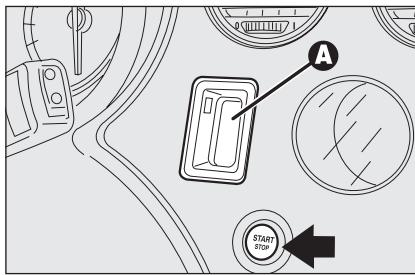

fig. 14
- lector **A-fig. 14** de la llave electrónica (ubicado al lado del volante);